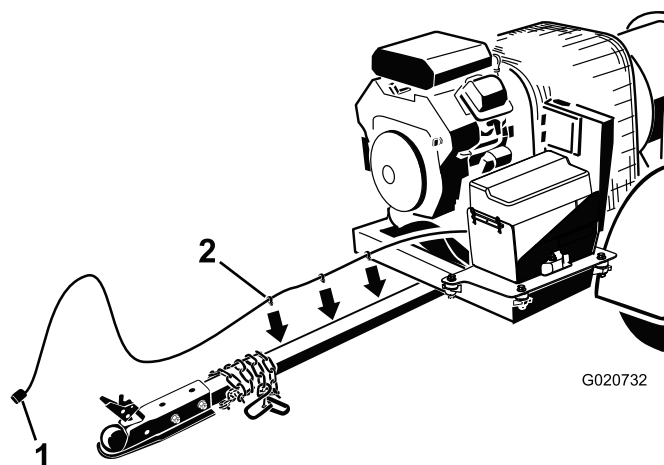

Figura 7
3. Disponete il cablaggio preassemblato sul lato destro del tubo dell'attacco di traino (Figura 7).
4. Inserite le fascette di cablaggio nei fori presenti sul lato del tubo dell'attacco di traino per fissarlo (Figura 7).